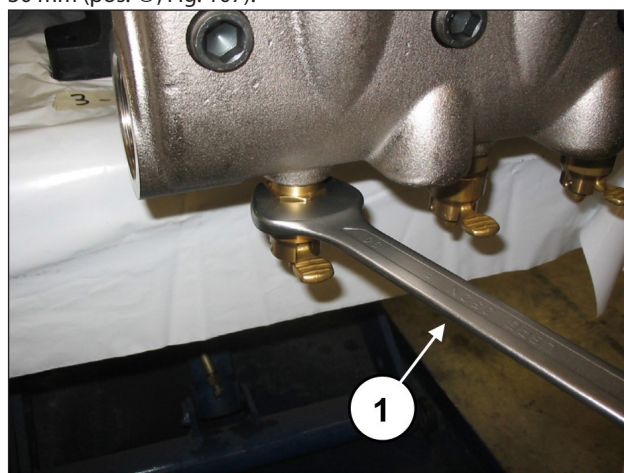

Fig. 107
Svitare il dispositivo apertura valvole mediante chiave da 30 mm (pos. ①, Fig. 107).